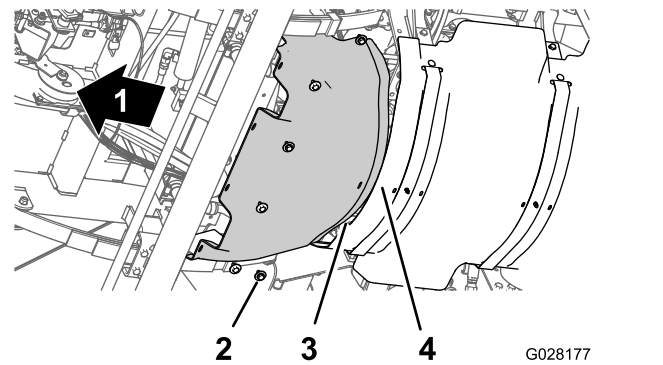

Figure 63
1. Alignez la bride arrière de l'écran pare-chaueur avant et la bride avant de l'écran pare-chaueur arrière (Figure 63).
2. Alignez les trous de l'écran pare-chaueur avant et les trous filetés du châssis (Figure 63).
3. Montez l'écran pare-chaueur avant sur la machine au moyen des 6 boulons à tête hexagonale et des 6 rondelles (Figure 63) retirés à l'opération 3 de Dépose de l'écran pare-chaueur avant \(page 54\).